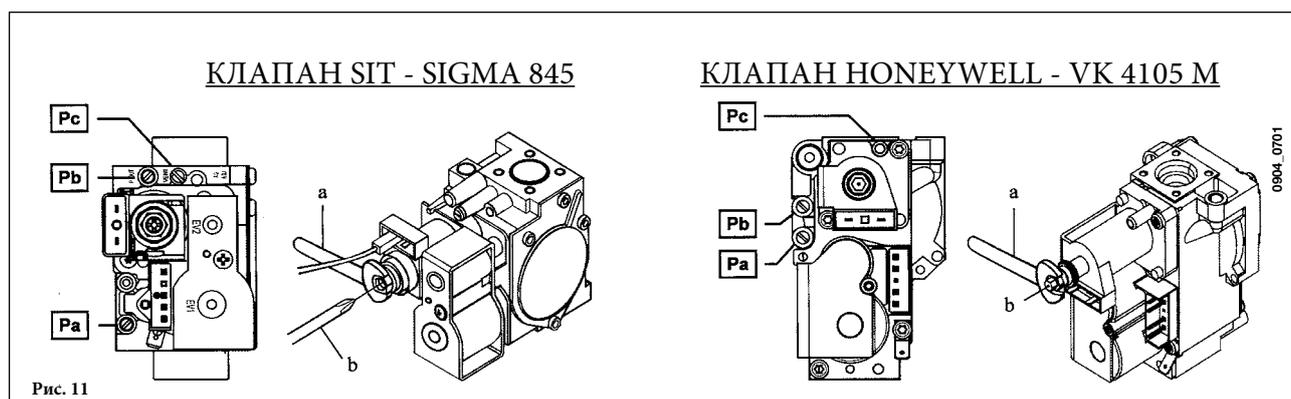

Рис. 11
Действия по калибровке регулятора давления могут различаться в зависимости от типа используемого в агрегате газового клапана (HONEYWELL or SIT; см. рис.11).
- подсоедините положительный вход дифференциального манометра (возможно использование водяного манометра) к контрольной точке газового клапана (**Pb**) (см. рис.11); подсоедините (только для котлов с герметичной камерой сгорания) отрицательный вход манометра к тройнику “Т”, объединяющему регулировочный выпускной канал котла, регулировочный канал клапана (**Pc**) и собственно манометр. Это же измерение можно провести путём подсоединения манометра к контрольной точке (**Pb**) после снятия передней панели котла с герметичной камерой; Если измерение выполняется способом отличным от вышеописанного, возможно получение ошибочного результата из-за непринятия в расчет разрежения в герметичной камере котла, создаваемого вентилятором.
- убедитесь, что динамическое давление подачи газа, измеренное в контрольной точке на входе клапана (**Pa**) (см. рис.11), соответствует норме (37 мбар для пропана G.31, 20 мбар для природного газа G20);
- e) Отрегулировать винт “Pмакси/Pмин” (рисунок 11) до получения величины давления, указанной в Таблице 1.
Для настройки давления на максимальной мощности используйте регулировочный винт “Pmax” (рис. 11), поверните его по часовой стрелке для увеличения давления на горелке и против часовой для уменьшения.
Для настройки давления на минимальной мощности используйте регулировочный винт “Pmin” (рис. 11), поверните его против часовой стрелки для увеличения давления на горелке и по часовой для уменьшения.